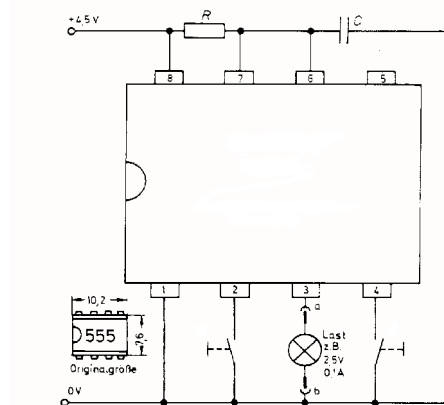
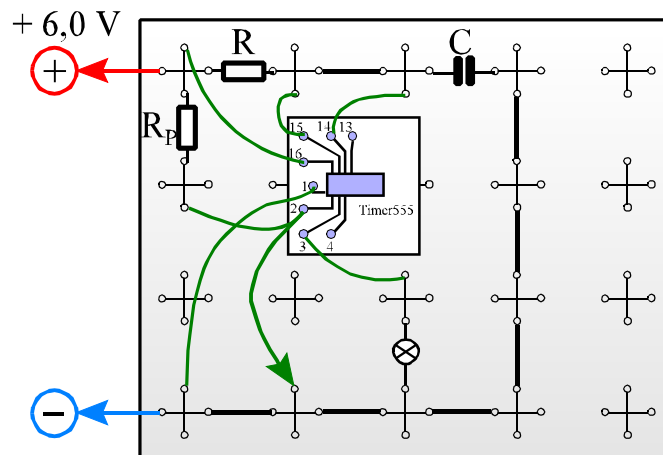

Abbildung 1
Abbildung 2:  $R = 10 \text{ k}\Omega$ ;  $R_p = 10 \text{ k}\Omega$ ;  $C = 470 \text{ }\mu\text{F}$
In diesem Workshop geht es um Zeit-Schaltungen. Sie werden mit einem Kondensator, einem Widerstand und dem Timer-555-Baustein hergestellt. In einer ersten Versuchsserie werden wir zunächst die Grundsaltung („Treppenhaus-Beleuchtung“, vgl. Abb. 1) untersuchen. Hierbei wird ein Lämpchen durch einen Taster zum Leuchten gebracht. Nach einiger Zeit, welche von der Kapazität  $C$  bzw. vom Widerstand  $R$  abhängt, geht das Lämpchen selbstständig aus.
- 1.1 Bauen Sie die Schaltung gemäß der Abb. 2 auf. Beachten Sie dabei, dass die Nummerierung bei der IC-Fassung nicht mit der Pin-Nummerierung übereinstimmt. Der Pin 8 des Timer-Bausteins (Anschluss an Plus-Pol der el. Quelle, vgl. Abb. 1) hat z. B. die Nummer 16 bei der Fassung. (**Erst nach Kontrolle durch den Lehrer an el. Quelle anschließen!**)